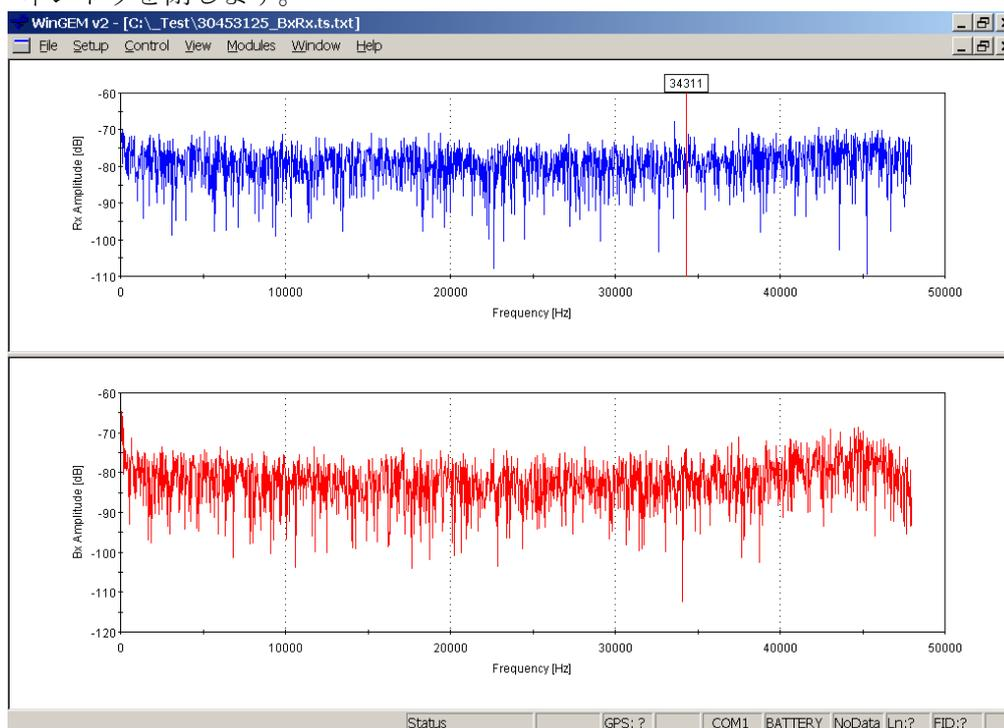

図 15. 環境雑音のスペクトル
- PCへの時系列データの転送は数秒かかります。WinGEMは、データをディスク・ファイルにテキストとして記録します。ファイル名はその時の時刻から作られ、"_BxRx.ts.txt"の語尾が付きます。転送が終わると、WinGEMは、時系列モジュールを自動的に起動し、下の図15のような2つの信号のスペクトル(フーリエ変換)を表示します。大きな値を捜してください。グラフは、マウスをクリックし引きずって拡大して、狭い周波数範囲を詳細に見ることができます。グラフ内を右クリックすると、全範囲を表示します。標準のWinGEMスクリーンに戻るには、時系列枠のウィンドウを閉じます。